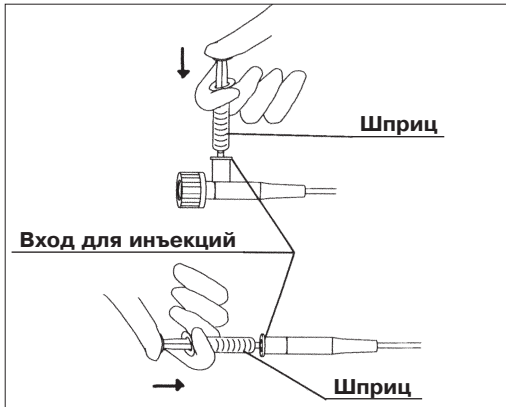

Рис. 3.1
1. Введите жидкость во вход для инъекций при использовании стерильного шприца. Убедитесь, что жидкость вытекает из отверстия на дистальном конце (см. рис. 3.1).